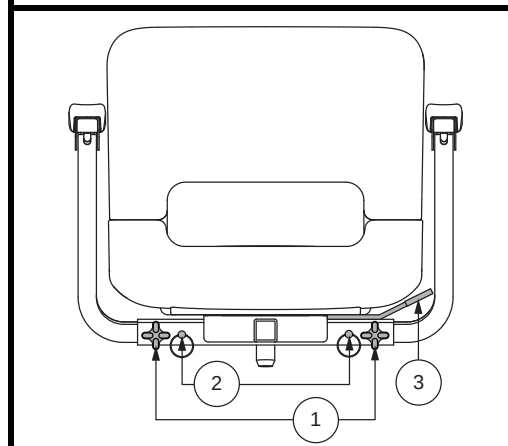

Figura 18. Regolazioni del sedile
La leva di rotazione del sedile, ubicata sulla destra della base del sedile, può essere usata per bloccare il sedile in diverse posizioni. **Vedere figura 18.**
1. Allentare le manopole di regolazione del bracciolo. **Vedere figura 18.**